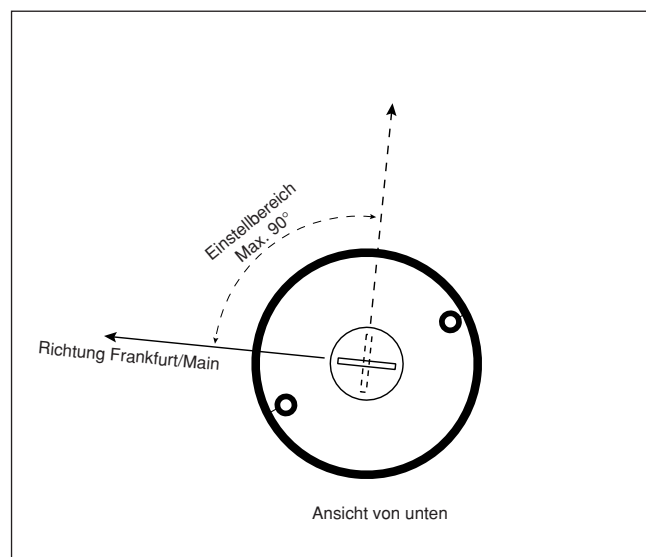
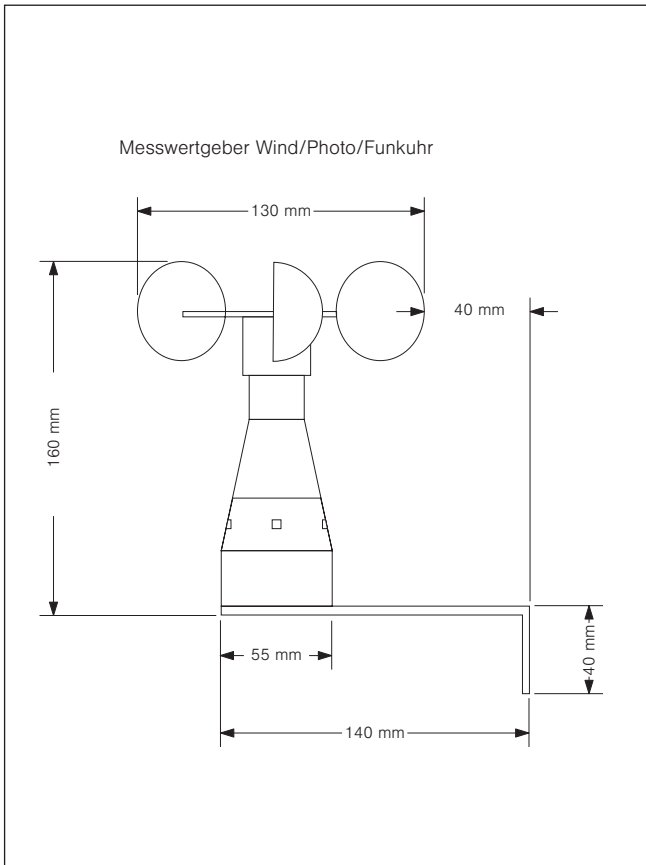
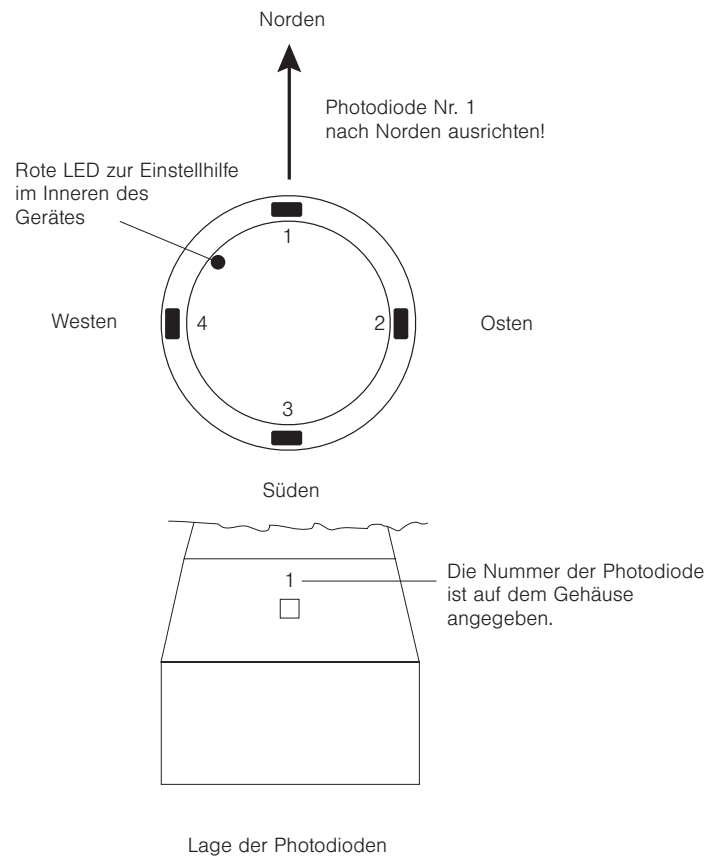

Abb. 2 Ausrichtung der Empfangsantenne
Abb. 4 Abmessungen
Abb. 6 Elektrischer Anschluss / Zuordnung der Adernfarben zu den einzelnen Photodioden
- Testen Sie vor der Montage des Messwertgebers den Montageort unbedingt auf seine Empfangsfähigkeit! Bestandteil des Gerätes ist eine Empfangsantenne, deshalb sollte es grundsätzlich mindestens 0,5 m von Steuergerät und 230 V AC Leitungen entfernt montiert werden. Am Gehäuseboden befindet sich eine weiße Kunststoffscheibe mit Nut. Durch Drehen der Scheibe mit einer Münze kann die Antenne im Inneren des Gerätes in einem Bereich von ca. 90° justiert werden. Idealerweise sollte die Nut in der Einstellscheibe in Richtung Frankfurt/Main zeigen (Abb. 2). Zur Einstellhilfe befindet sich zwischen der ersten und der zweiten Photodiode eine rote LED im Inneren des Gehäuses (Abb. 6). Wird das Zeitsignal empfangen, dann blinkt diese LED im Sekundentakt. Beachten Sie bitte, dass das Blinksignal bei starker Sonneneinstrahlung nicht sichtbar ist. Ob Sie ein korrektes Zeitletogramm empfangen, können Sie nicht am Blinken der LED erkennen, sondern erst nachdem Sie den Messwertgeber an Ihre Sonnenschutzzentrale angeschlossen und die Inbetriebnahme durchgeführt haben. Sollte der Empfang nicht einwandfrei sein, beachten Sie bitte folgende Hinweise:
- Die Photodioden im Messwertgeber müssen den gleichen Helligkeitsbedingungen ausgesetzt sein wie die zu steuernden Sonnenschutzbehänge. Richten Sie die Photodioden nach den zu verschattenden Gebäudefasaden aus (s. Abb. 4). Beachten Sie, dass die Photodiode Nr. 1 (Abb. 6), die für die Dämmerungsautomatik erforderlich ist, dabei möglichst nach Norden weist und nicht durch künstliche Lichtquellen beeinflusst werden kann.
- Der elektrische Anschluss erfolgt nach Abb. 6. Dort ist auch die Zuordnung der Fotodioden zu den Adernfarben der Anschlussleitung beschrieben. Grundsätzlich können Sie entweder eine, zwei, drei oder alle vier Photodioden (je nach Einsatzzweck) an Ihre Zentrale anschließen. Zur dämmerungsabhängigen Steuerung sollte die Photodiode 1 verwendet werden.